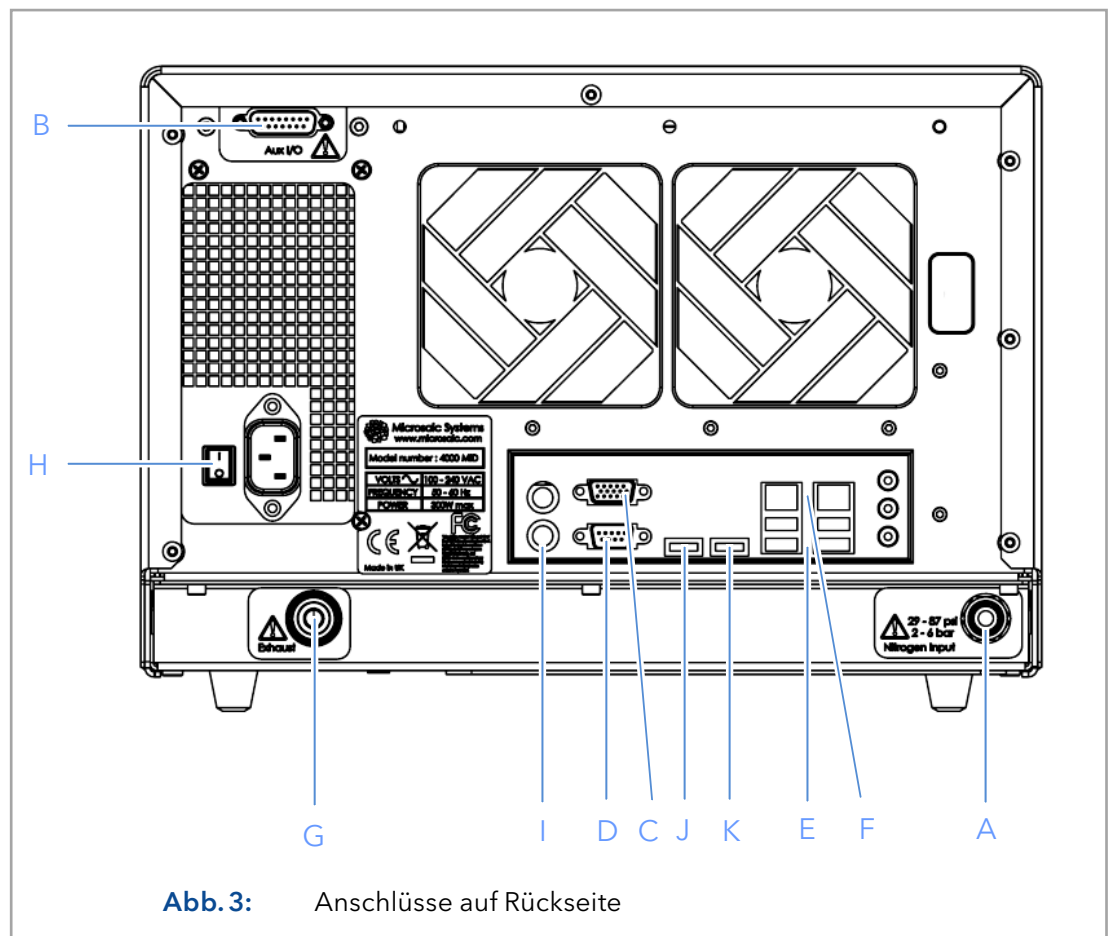

Abb. 3: Anschlüsse auf Rückseite
Abb. 3 zeigt die Anschlüsse und Ports auf der Rückseite des MiD. Diese Anschlüsse beinhalten Klemmen und Anschlüsse für die Gasversorgung, der Vakuumauslass und die Computer-Peripheriegeräte.
Für den MiD sind je nach Land/Region geeignete Stromversorgungskabel verfügbar. Das Buchsenende aller mitgelieferten Kabel ist identisch und wird in die Rückseite des Gerätes gesteckt (siehe Abb. 3). Das Steckerende des Kabels passt an die Wandsteckdose des entsprechenden Landes/Region.
Fig. 3 zeigt die Anschlüsse und Ports auf der Rückseite des MiD. Diese Anschlüsse beinhalten Klemmen und Anschlüsse für die Gasversorgung, der Vakuumausslass und die Computer-Peripheriegeräte.
2. Stellen Sie den Netzschalter auf der Rückseite des Gerätes auf "Ein" (siehe H in Abb. 3).